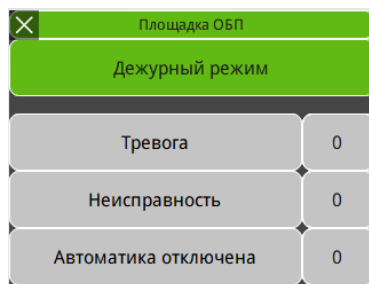

Рисунок 8.8 – Общий экран мониторинга панели оператора БС
10. После подключения к панели оператора, в ПО cMT Viewer будет выведен общий экран мониторинга панели оператора БС (рисунок 8.8), нажатие на который левой кнопкой мыши позволяет произвести переход в прикладное ПО панели оператора БС (рисунок 8.9). Для возврата к общему экрану мониторинга панели оператора БС необходимо нажать кнопку, представленную на рисунке 8.10.